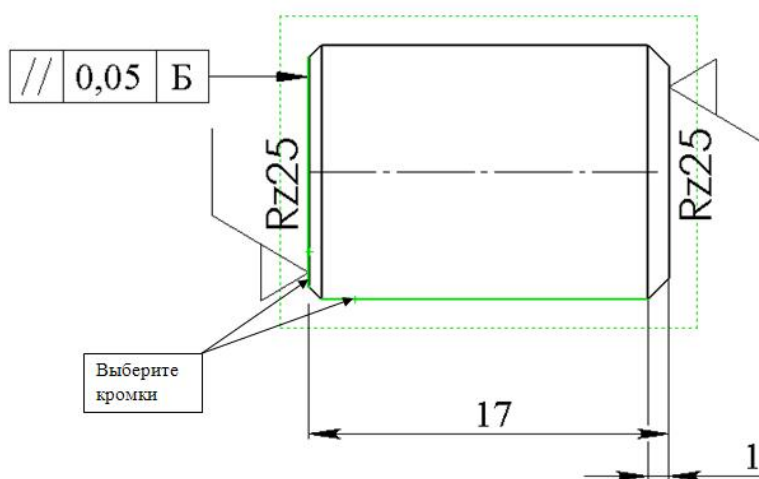

Рис. 8
4. Для того чтобы отобразить точку виртуального пересечения кромок модели, выберите с нажатой клавишей **Ctrl** необходимые (скрещивающиеся) кромки и нажмите кнопку **Точечный**  панели инструментов «Эскиз» (рис. 8).